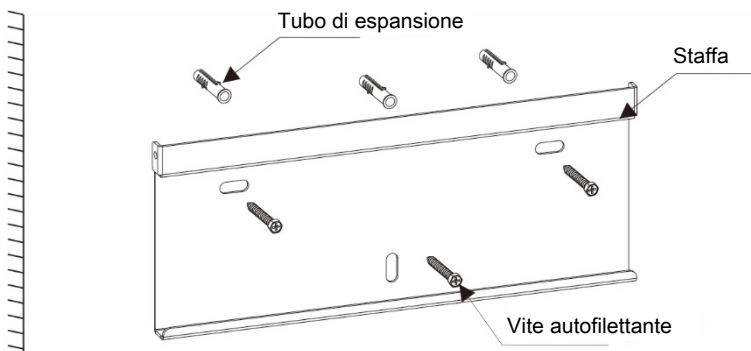
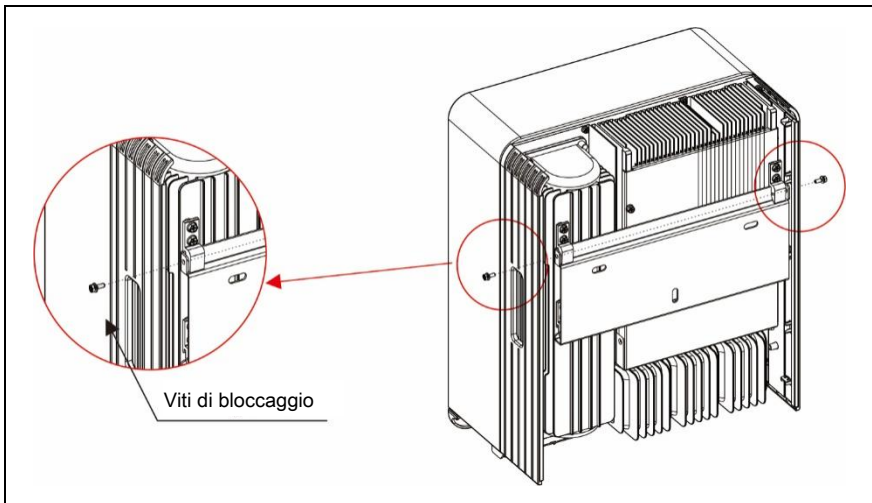

Figura 4.4 Montaggio a parete dell'inverter
Figura 4.5 Staffa di montaggio a parete
Vedere la Figura 4.4 e la Figura 4.5 per istruzioni sul montaggio dell'inverter.
2. Assicurarsi che la staffa sia orizzontale e che il foro di montaggio (come mostrato in Figura 4.4) sia contrassegnato correttamente e guidare il tubo di espansione nella parete con un martello.
4. Sollevare l'inverter (fare attenzione a non sovraccaricare il corpo) e allineare la staffa posteriore sull'inverter, con la sezione convessa della staffa di montaggio. Appendere l'inverter alla staffa di montaggio e assicurarsi che l'inverter sia fissato saldamente (vedere Figura 4.5)